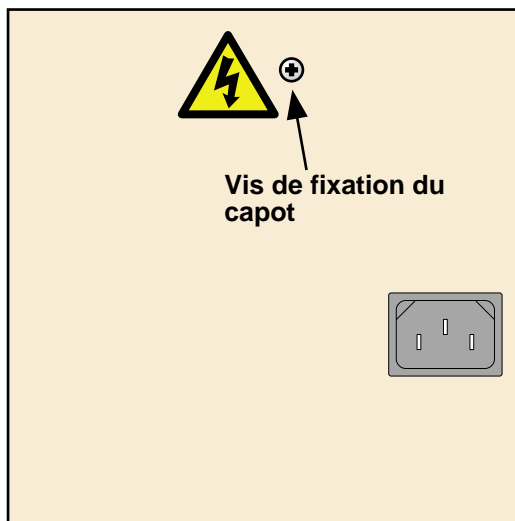

Figure 8.2.2a Vis de fixation
- 2 A l'arrière de l'appareil, enlevez la vis de fixation (figure 8.2.2a), et mettez la en lieu sûr.